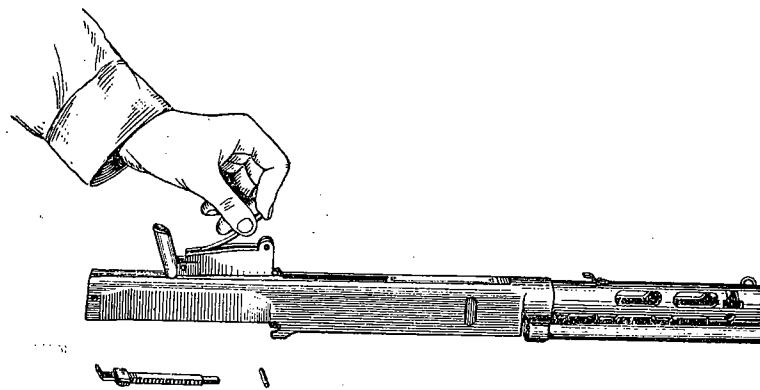

Рис. 52. Отделение пружины прицельной планки
- вставить конец выколотки в отверстие на заднем конце пружины и, сдвинув ее несколько вперед, отделить от прицельной колодки (рис. 52);